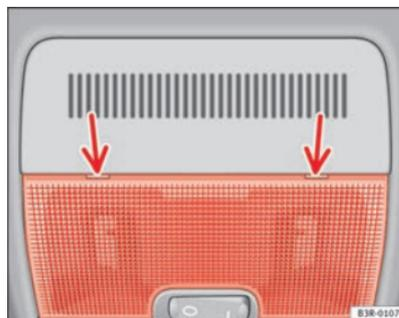

Fig. 82 Détail du ciel de pavillon : point de placement du tournevis
- Introduisez avec précaution la lame plate d'un tournevis (compris dans l'outillage de bord) au niveau de la partie arrière du verre du plafonnier ⇒ page 117, fig. 82.